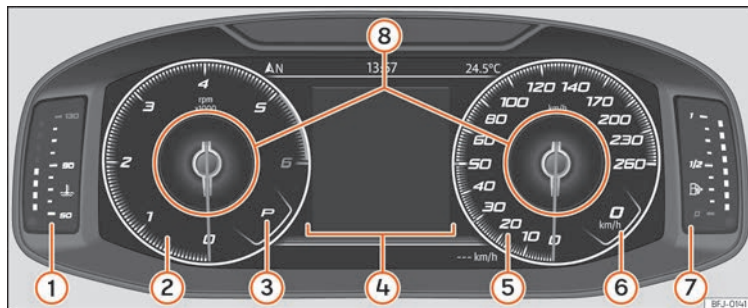

**Fig. 118** SEAT Digital Cockpit nella plancia (visualizzazione classica).
Nella *Visualizzazione classica* e in *Semicircular watches* si ha la possibilità di personalizzare le informazioni che appaiono in **Profili di informazione** » **fig. 118 ⑧**.
Le lancette del numero di giri e del tachimetro compaiono a lunghezza intera » **fig. 118**.